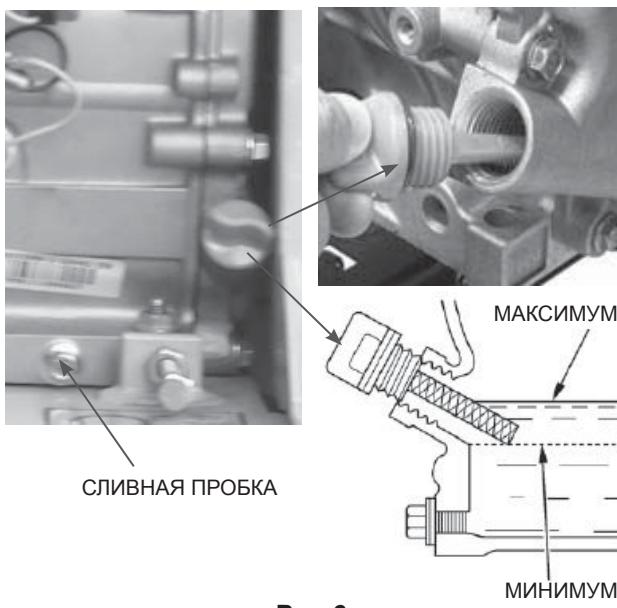

Рис.6
1. Разместите под двигателем подходящую емкость для сбора масла, затем снимите крышку/щуп маслозаливной горловины и открутите пробку маслосливного отверстия (Рис.6).